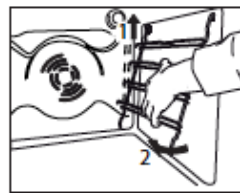
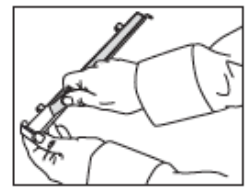
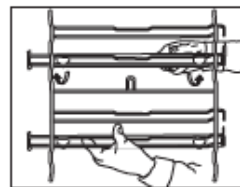

Fig. 1
Fig. 2
Fig.3
Votre nouvelle cuisinière est fournie avec 2 supports d'étagères chromés emballés dans le four avec les grilles. Il faut noter que les tiges supérieures sont plus longues, donc la partie inférieure et les crochets sont à l'arrière du four. Voir fig. 1. Le haut du support de grille s'engage dans des fentes de la paroi latérale du four comme indiqué sur la Fig. 2. Une fois inséré en haut, poussez les tiges inférieures dans les fentes inférieures dans les parois latérales du four. Laissez maintenant les supports de grille s'abaisser légèrement et se mettre en prise. Voir Fig. 3
1. Enlevez les grilles de support latérales (Fig. 1)
2. Enlevez la protection en plastique des gradins coulissants (Fig. 2).
Appuyez ensuite sur la partie inférieure des gradins coulissants contre la grille de support jusqu'à l'emboîtement (Fig. 3).